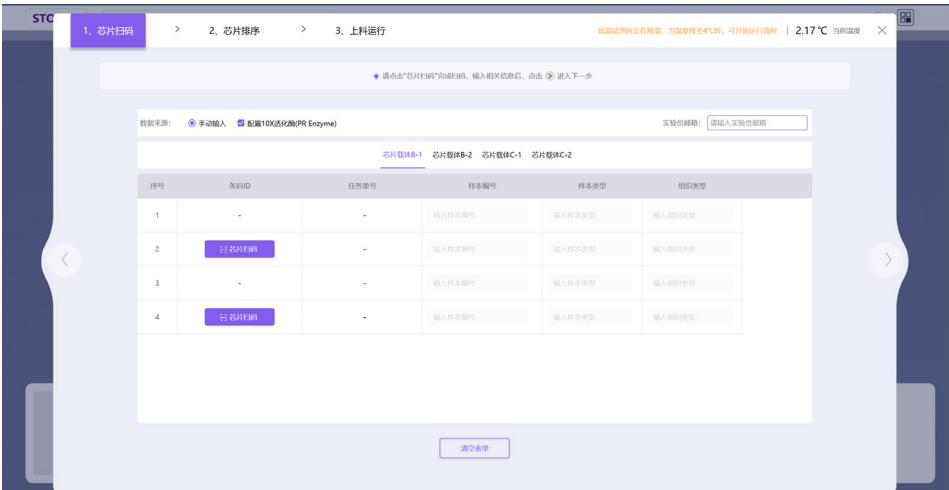

图 3-17 STOmics 软件芯片信息录入界面
- b. 信息录入：点击流程运行后，进入“芯片扫码”界面。选择即将上料的芯片将要使用的对应反应模块，录入实验信息，包括芯片 ID、样本编号、样本类型及实验员邮箱。图 3-17 展示的是芯片载体 B-1 的录入页面；
把载具放置在外置扫码器上，让扫码窗口对准芯片背面的 ID 码（图 3-20，图 3-21），点击软件界面中下方的“**芯片扫码**”按钮（图 3-17），便可以读取芯片背面的编号，机器读取到的编号会显示在软件中。扫描的时候注意，载具上面的芯片位置号（2 号和 4 号）需要和软件界面中的序号保持一致。